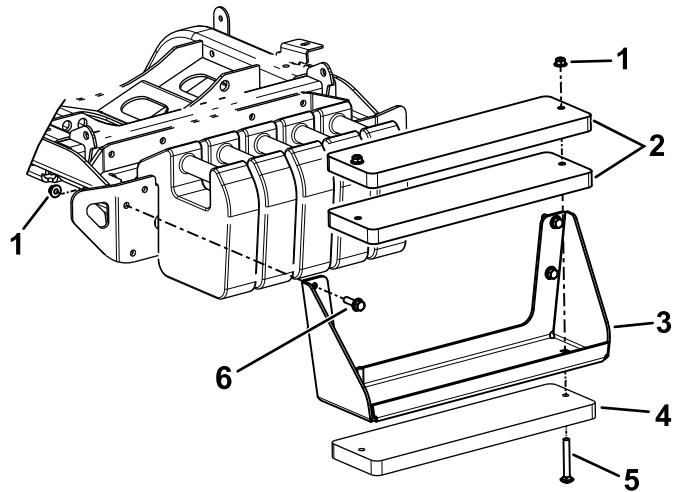

Bild 22
**Hinweis:** Siehe Bild 22 für diese Schritte.
- A. Befestigen Sie die drei Gewichte mit den Schrauben ( $\frac{3}{8}$ " x 4") und Muttern ( $\frac{3}{8}$ ") an der Ballasthalterung (Bild 22).
- B. Verwenden Sie die Sechskantschrauben und Muttern (im Kit enthalten), um die Ballasthalterung an der Maschine zu befestigen (Bild 22).
- A. Entfernen Sie die Ballasthalterung von der Maschine (Bild 22).
- C. Befestigen Sie die drei Gewichte mit den Schrauben ( $\frac{3}{8}$ " x 4") und Muttern ( $\frac{3}{8}$ ") an der Ballasthalterung (Bild 22).
- D. Verwenden Sie die zuvor entfernten Befestigungselemente, um die Ballasthalterung an der Maschine zu befestigen (Bild 22).